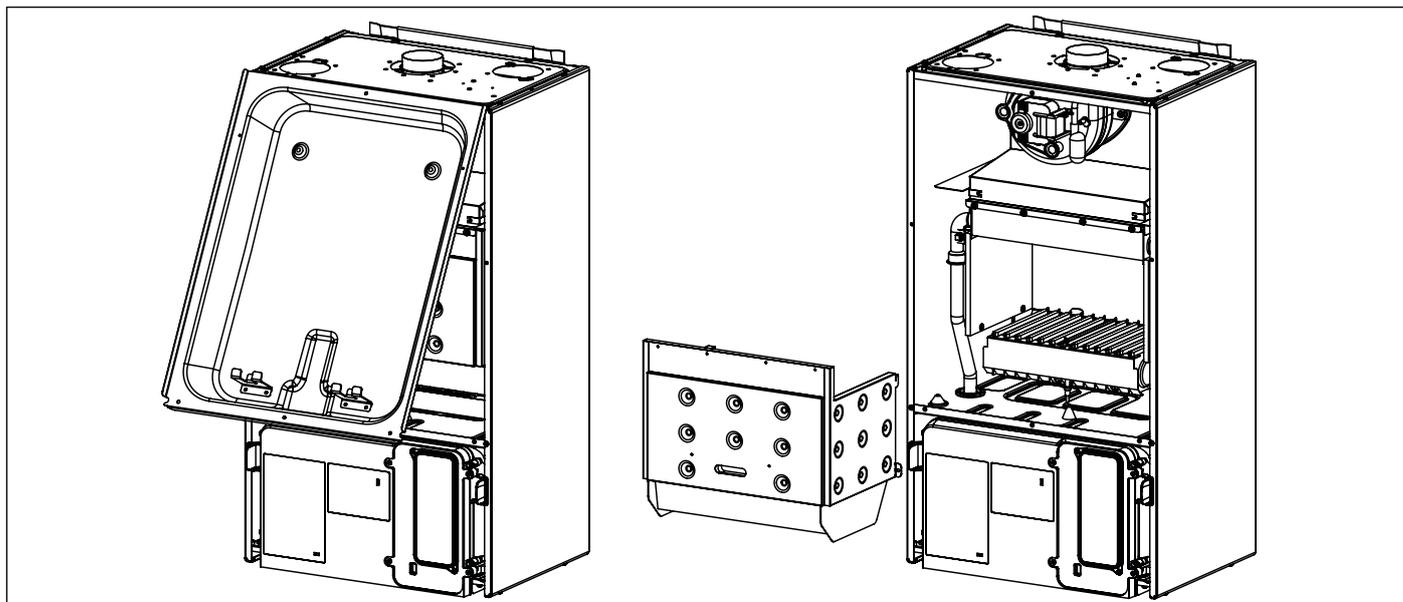

Fig. 46 Démontage chambre de combustion
- Démontez la partie frontale de la chambre de combustion (voir Fig. 46 Démontage chambre de combustion).